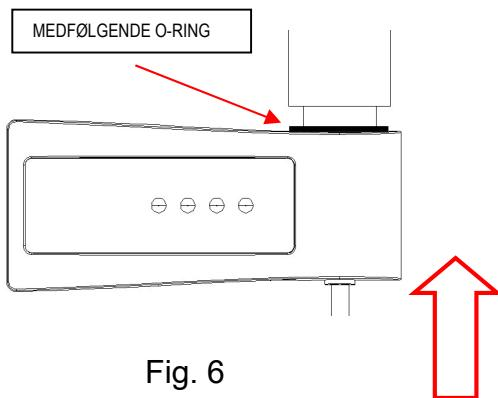

Fig. 6
4. Sett regulatoren oppå koplingen på varmeapparatet (Fig. 6) og trykk den til den sitter helt inne og den medfølgende O-ringen er helt fast.
Pass på at den medfølgende O-ringen sitter fast under driften (Fig. 6).